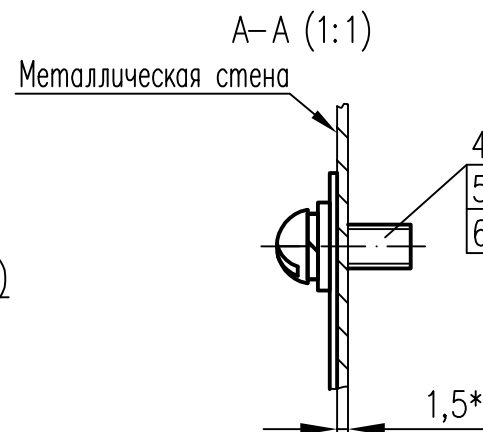

Рис. 3
- по рис. 3 в металлической стене выполнить 4 отв.  $\varnothing 3,2$  мм;